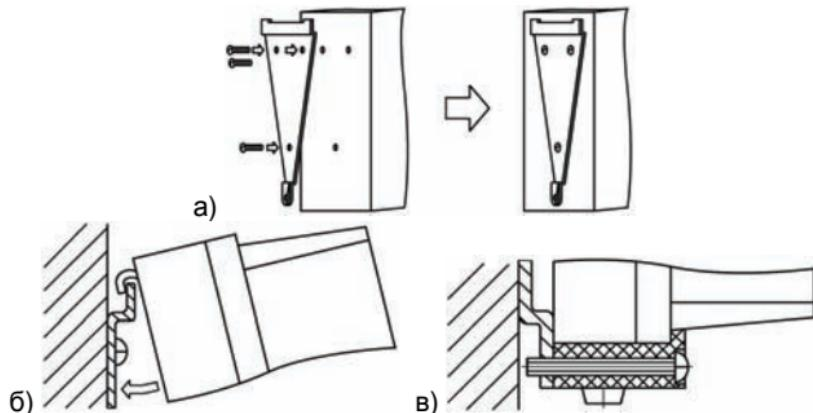

Рисунок 26 – Монтаж прибора настенного исполнения
- 1) Закрепить кронштейн тремя винтами M4×20 на поверхности, предназначеннной для установки прибора (см. Приложение А и рисунок 26, а).
- 2) Зацепить крепежный уголок на задней стенке прибора за верхнюю кромку кронштейна (рисунок 26, б.).
- 3) Прикрепить прибор к кронштейну винтом M4×35 из комплекта поставки (рисунок 26, в).